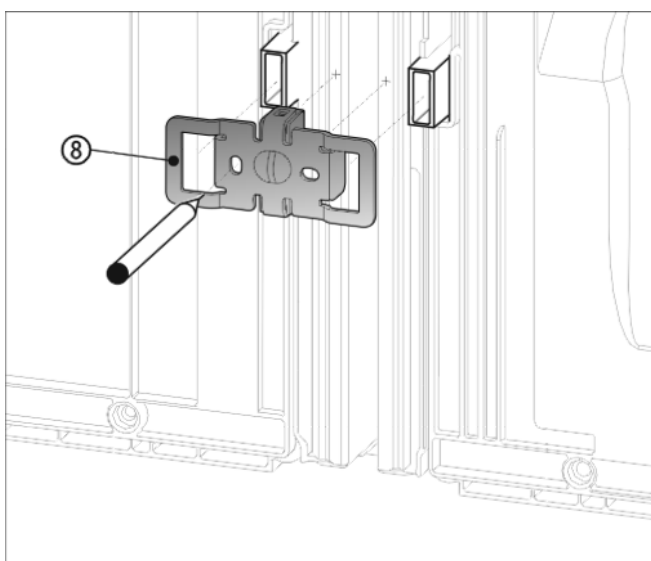

Fig. 10
- ▶ Tryck fast vinkeln Fig. 10 (8) med uttagen över intaget för väggavståndshållaren